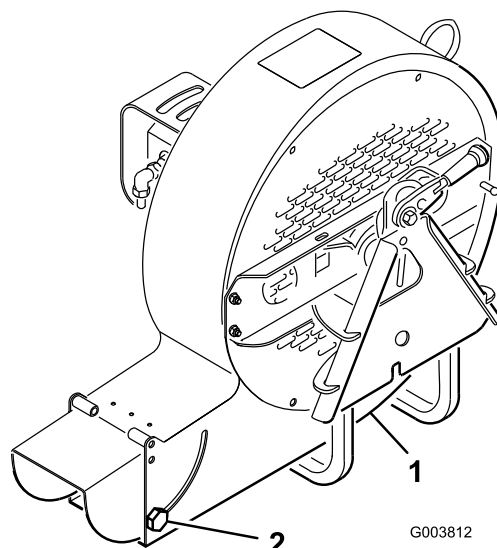

Рисунок 7
Отверстие выброса (Рисунок 7) регулируется для увеличения или уменьшения скорости и объема выходящего воздушного потока. При уменьшении размера отверстия выброса увеличивается скорость.
1. Ослабьте крепежные винты отражателя отверстия выброса (Рисунок 7).